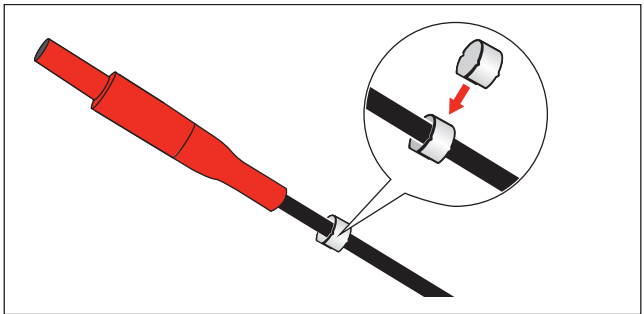

Figure 1. Pincés de marqueur de câble
2. Utiliser les marqueurs A, B, C, N ou 1, 2, 3, N, en fonction de la région. Voir la Figure 1.